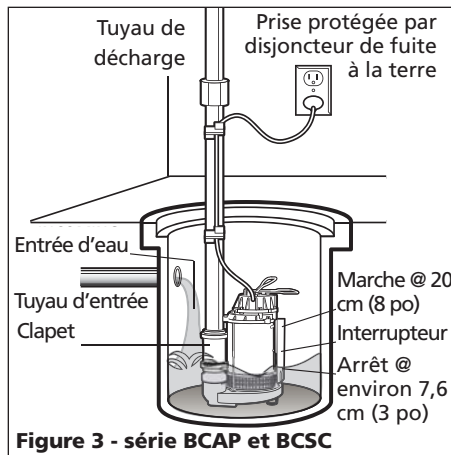

Figure 3 - série BCAP et BCSC
7. Placer l'interrupteur de la pompe LOIN de l'entrée pour que l'interrupteur soit loin de l'entrée d'eau (voir la Figure 3).
1. Un interrupteur pour protéger contre un défaut de mise à la terre (DDFT) est exigé (Figure 3).